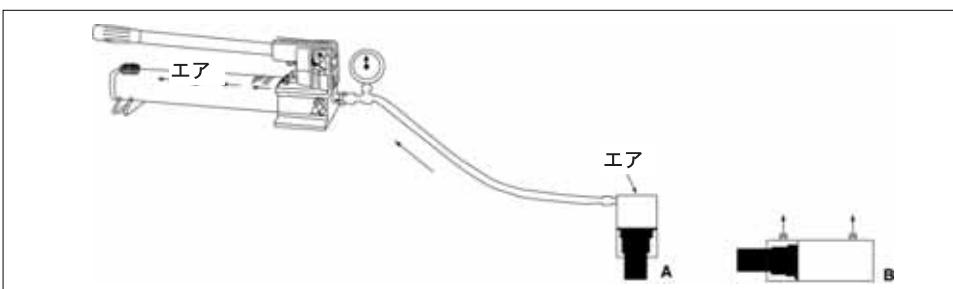

図9
シリンダシステムからエアを抜くと、シリンダの前進、戻りがスムーズになります(図9参照)。
3. ピストン側を下にして(引きシリンダ使用の場合は上)シリンダを置きます。下の図9参照。
6.2 推動シリンダ (B) 付きポンプ
- シリンダを水平な位置に置きます。図9参照。